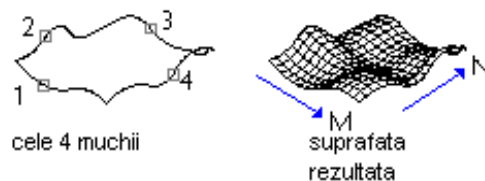

Fig. 2.16
6. Suprafețe de finite prin interpolare de patru muchii. Comanda **EDGESURF** permite folosirea arcelor, liniilor, poliliniilor, care să se intersecteze, formând un contur închis din patru muchii (fig. 2.16).